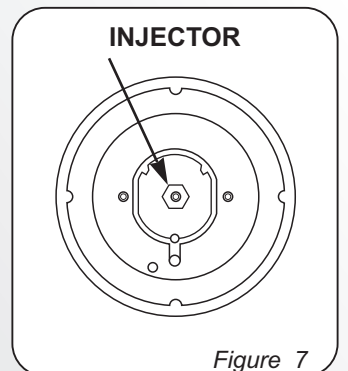

Figure 7
- inserte una llave hexagonal (de 7 mm) en el soporte del quemador (*Imagen 7*)